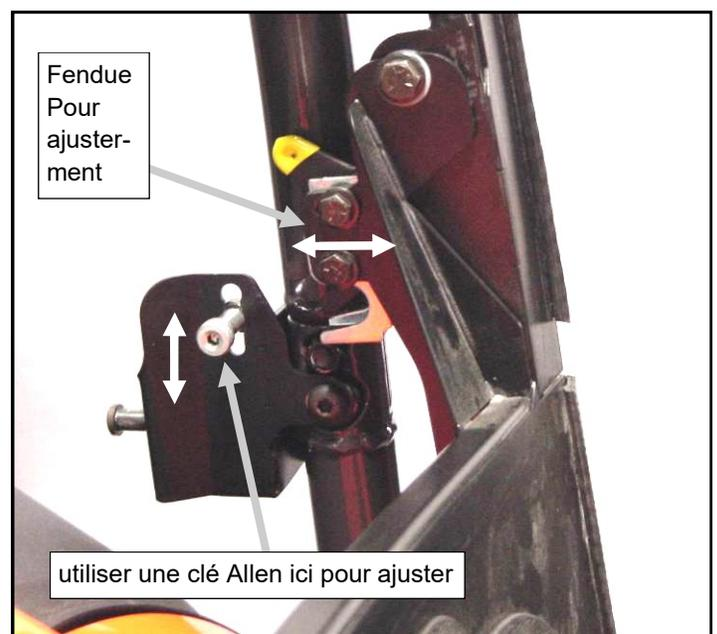

Fig. 2.3 (vue de l'intérieur du côté du conducteur)
2.3 Trois zones sont réglables si un meilleur joint est désiré. Assurez-vous d'abord que les broches supérieures sont assises au bas des fentes de réception dans les montures supérieures avant de commencer les ajustements. Les loquets inférieurs sont ajustés dans et hors (voir fig. 2.3). Les broches inférieures sur les montures avant ont ajustement de haut en bas. Les broches supérieures ont un ajustement dans toutes les directions en raison d'un trou surdimensionné. Faites les ajustements nécessaires jusqu'à ce que vous atteigniez l'engagement « double clic ». Si le problème est avec le joint contre le tube ROPS, ajustez les loquets inférieurs à l'extérieur ou à l'intérieur. Si le problème est avec le joint contre le capot, ajustez les broches vers le haut ou vers le bas.